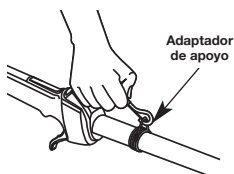

Fig. 3
3. Coloque el arnés por encima de su cabeza y sobre su hombro. Abroche en el adaptador de apoyo (Fig. 3).